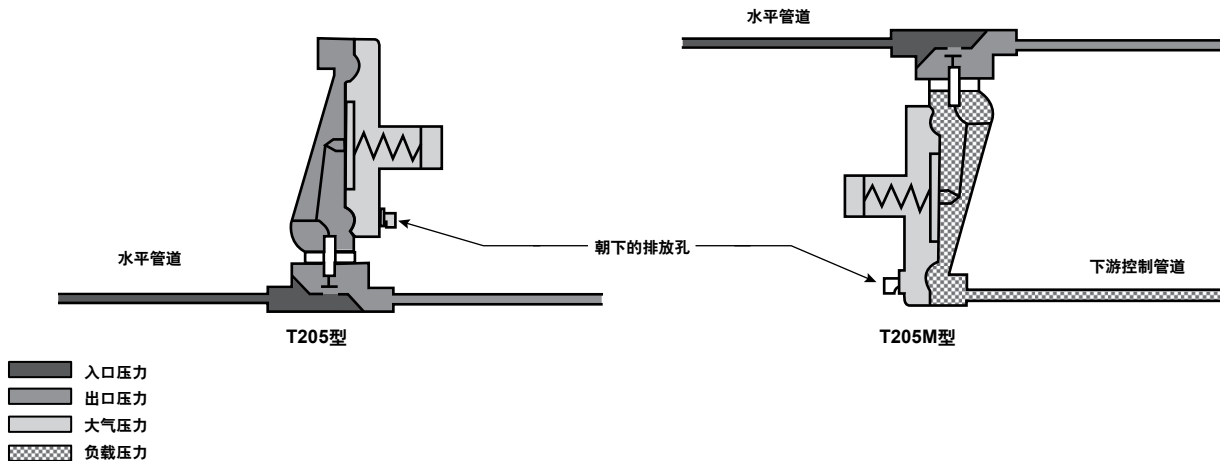

图4. T205型执行机构壳体排气示意图
2. 调压器可以安装在任何位置，但经过阀体的气流必须遵照阀体上箭头所指示的方向。使用T205型或T205M型调压器时，为使装置正确运行以在低设定点实现发布的容量，应按图1所示的方法安装弹簧箱，使排放孔朝下。为了完全放空执行机构，应按图4所示的方法安装调压器。如果在检测或维护期间需要连续运行系统，请在调压器周围安装三阀旁通组件。